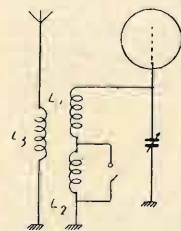
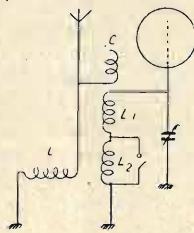
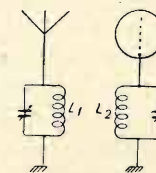

Fig. 1
Fig. 2
Fig. 8
tenna L3. Teoricamente il montaggio è rappresentato dalla fig. 1 ma praticamente noi possiamo adottare due soluzioni.
Consideriamo un accoppiamento nel circuito d'antenna come fig. 2. Questo accoppiamento è costituito spesso da una bobina comune con un numero elevato di spire (L) e dove l'accoppiamento magnetico con gli avvolgimenti L1 e L2 è praticamente debolissimo. Per trasmettere al circuito di griglia le tensioni A.F. sviluppate nel circuito di antenna utilizziamo un accoppiamento di qualche spira di filo avvolta su la bobina L1.
La fig. 4 mostra l'applicazione pratica d'un blocco d'accordo seguente lo schema della fig. 2. Bisogna che gli avvol-
In via generale un preselettore o filtro di banda A.F. comporta due circuiti accordati accoppiati fra loro, sia per induzione (fig. 8) sia per resistenza capacità
medesima frequenza sono accoppiati, abbiamo due frequenze distinte di risonanza per l'assieme; e queste due frequenze (fig. 1 e fig. 2) sono tanto più ravvicinate quando più è lasco l'accoppiamento. Da un certo coefficiente di accoppiamento (accopp. critico) e al di sopra, fig. 1 e fig. 2 si confondono. La fig. 12 mostra tre aspetti differenti della curva di risonanza di un preselettore.
A sinistra l'accoppiamento è lasco; la selettività è buonissima ma il rendimento è cattivo (perdita di sensibilità). Al centro, accoppiamento leggermente al di sopra del valore critico: rendimento optimum in selettività e amplificazione. A destra, accoppiamento stretto: cattiva selettività, apparizione delle due punte (risonanza fig. 1 e fig. 2). Se noi prendiamo l'accoppiamento puramente magnetico (fig. 8) il coefficiente di accoppiamento K cresce con la frequenza.